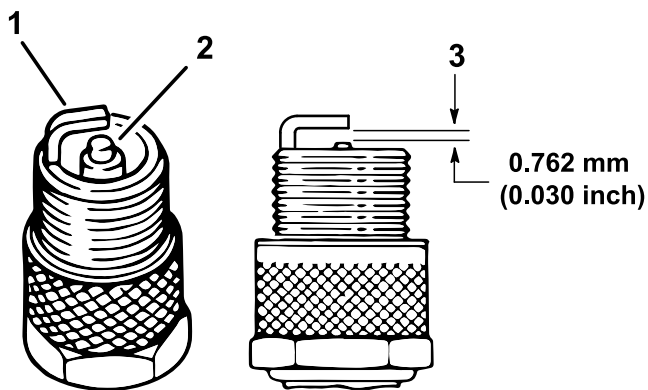

Рисунок 37
- Проверьте состояние бокового электрода, выровняйте по центру электрод и выровняйте по центру изолятор электрода, чтобы избежать повреждений (Рисунок 37).
- Установите зазор между центральным и боковым электродами на 0,76 мм, как показано на Рисунок 37.